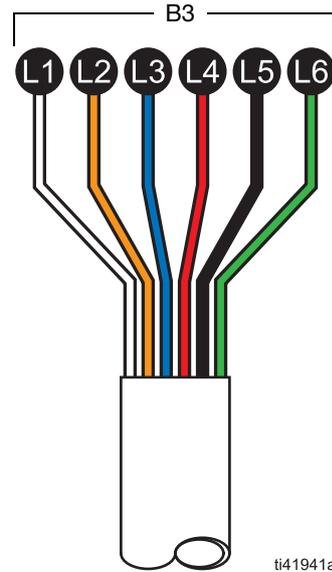

FIG. 6: Conductores separados del cable E/S
- B3** Conductores separados de E/S, *no se muestran; ver FIG. 6*